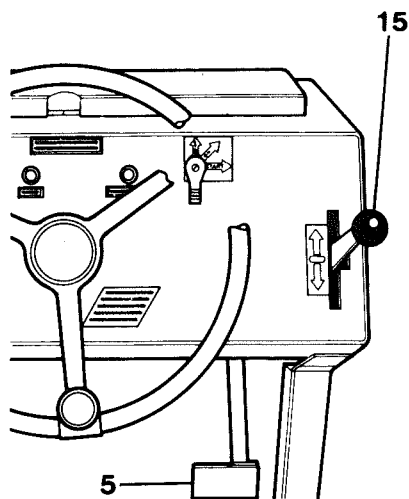

Fig. 19
- 2 Impostare la leva della marcia avanti e retromarcia (15) fig. 19 nella posizione NEUTRA.